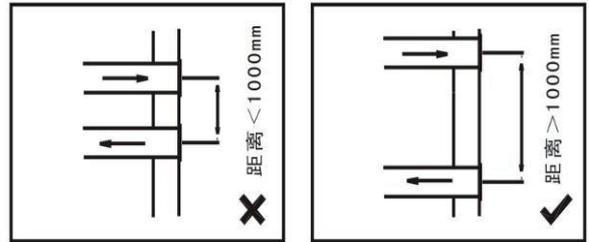

图4 室外风口距离
4.5 为避免已排到室外的污风又从新风进口回到室内, 安装在外墙上的两个风口之间的距离应大于  $1\text{M}$ , 如图 4 所示。进风口应设在排风口的上风侧。